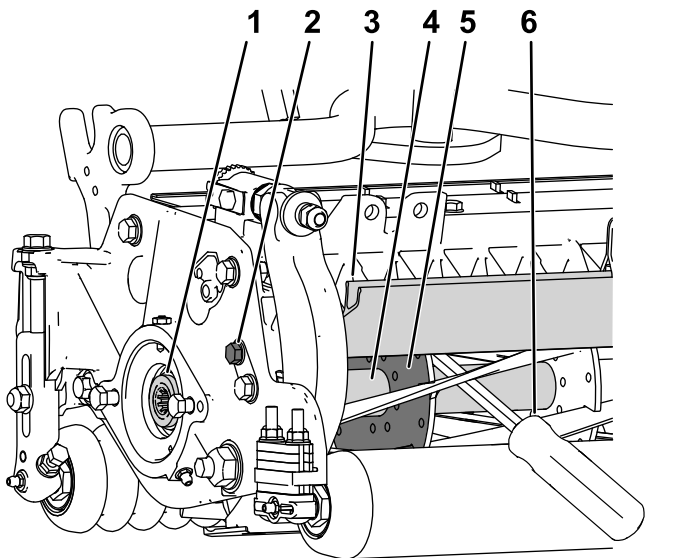

Figura 30
1. Afloje el perno del deflector a la izquierda de la unidad de corte y eleve el deflector trasero (Figura 30).
2. Inserte una palanca de mango largo (se recomienda de $\frac{3}{8}$ " x 12" con mango de destornillador) por la parte trasera del molinete de corte, lo más cerca del lateral de la unidad de corte que va a apretar (Figura 30).
3. Coloque la palanca contra la parte soldada de la placa de soporte del molinete (Figura 30).